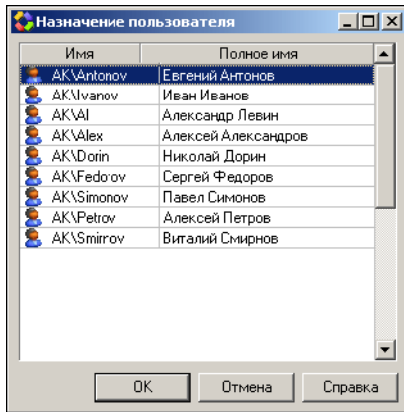

Рис. 3.7.
1. Нажмите на панели инструментов (см. рис. 3.6) кнопку **Добавить аудитора**. Откроется окно **Назначение пользователя**, в котором содержится список имен пользователей, зарегистрированных в базе данных ЛОЦМАН:PLM (рис. 3.7).